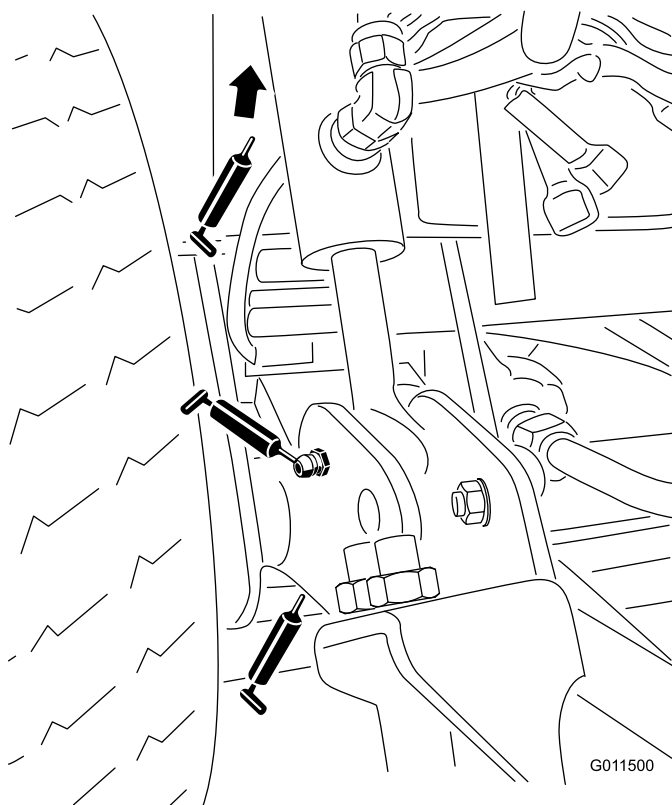

Figure 42
- Bagues de bras de relevage (2) (Figure 42).
- Bagues de vérin de relevage (4) (Figure 42).